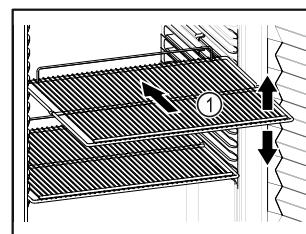

Fig. 53
- Ak sa dajú odkladacie rošty Fig. 53 (1) premiestniť, prispôsobte výšku.